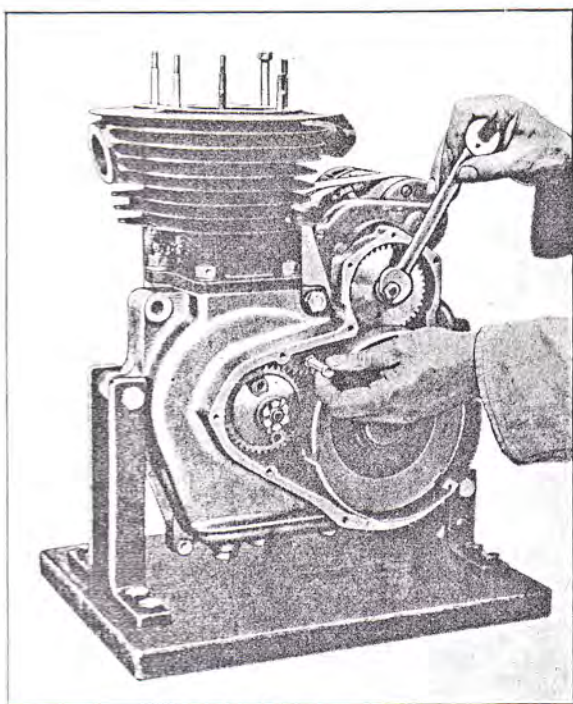

Fig. 17.
- Plaast de kleine sector op het bovengedeelte van de tandwielen om het geheel vast te zetten (zie fig. 17).